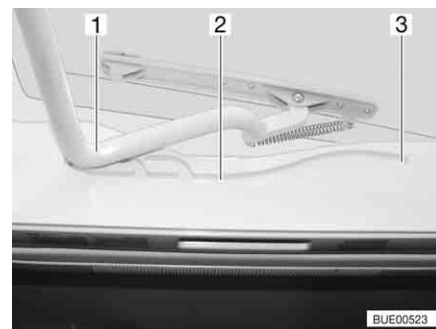

Fig. 60 Oblò Heki, guida
- Tirare la staffa (Fig. 60,1) nelle guide (Fig. 60,2) fino alla posizione più all'indietro (Fig. 60,3).
- Spingere la staffa (Fig. 60,1) leggermente verso l'alto con ambedue le mani.
- Tirare la staffa nelle guide (Fig. 60,2) fino alla posizione desiderata.